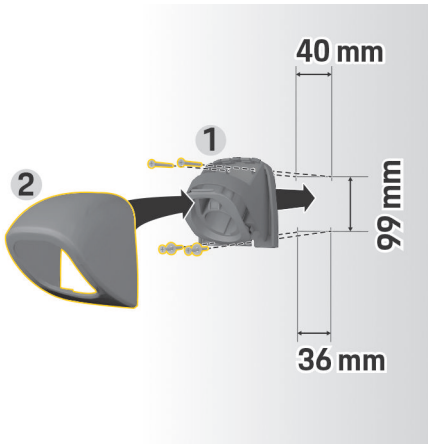

Abb. 8 Bohrmaße
1. Steckerhalterung 1 (Abb. 8) aus der Abdeckung 2 (Abb. 8) nehmen.
4. Steckerhalterung 1 (Abb. 8) an die Wand schrauben.
5. Abdeckung 2 (Abb. 8) von unten auf die Steckerhalterung 1 (Abb. 8) aufsetzen und nach oben drücken.